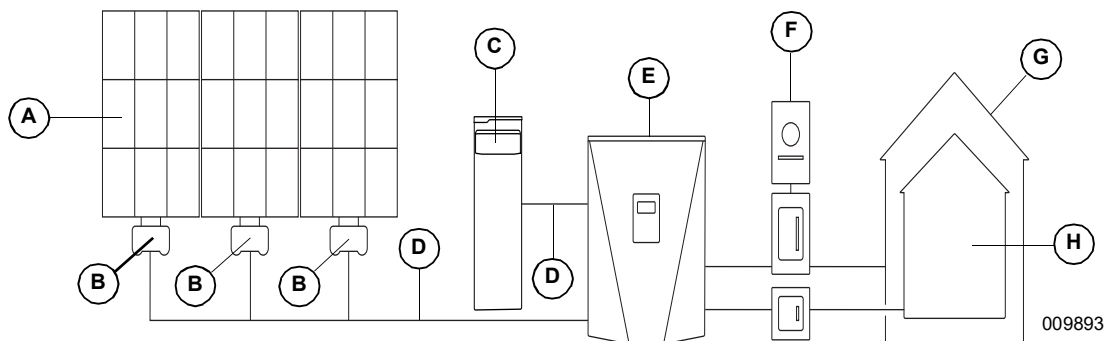

Figura 2-3. Ejemplo del sistema PWRcell de Generac
En la **Figura 2-3**, un inversor PWRcell (E) está directamente conectado a los optimizadores PV Link (B) y a la batería PWRcell (C) en la línea de CC (REbus) (D). A la derecha del inversor se encuentran las líneas de CA: 120/240 V CA para las cargas de red y domésticas (G) y cargas protegidas (H).